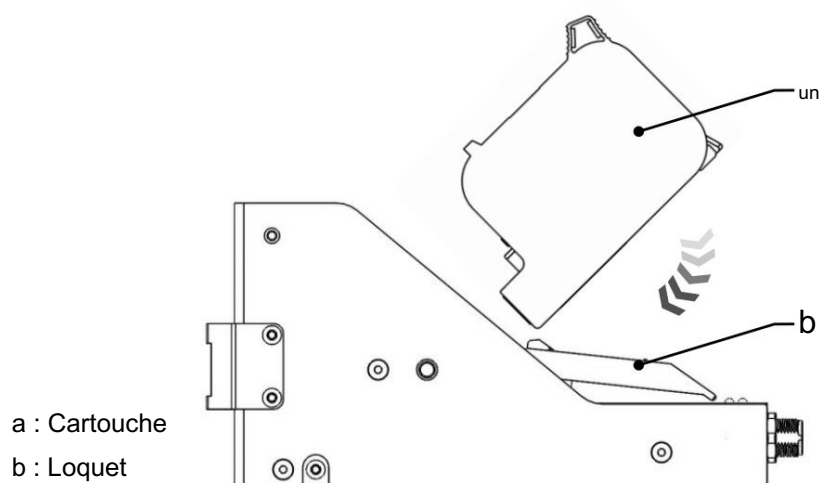

Figure 31
- Ouvrez le loquet vert sur la tête d'impression comme indiqué sur la figure 31.
- Insérez soigneusement la cartouche dans la tête d'impression et assurez-vous qu'elle est parfaitement en place comme indiqué sur la Figure 31. Évitez toute force supplémentaire pour éviter d'endommager la cartouche ou les broches du pilote.